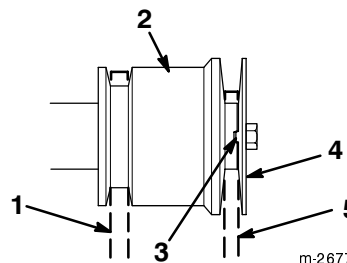

Figure 32
14. Remontez la poulie à gorge du moteur, la rondelle plate, la rondelle-frein et la vis du vilebrequin du moteur. Contrôlez que le relief d'indexation de la poulie à gorge du moteur est bien engagé dans le creux d'indexation de la poulie du moteur (Fig. 32).
**Remarque :** Veillez à ne pas pincer la courroie d'entraînement de tarière/roue hélice (Fig. 32).
**Remarque :** Contrôlez que le relief d'indexation de la poulie à gorge du moteur est bien engagé dans le creux d'indexation de la poulie du moteur. Veillez à ne pas pincer la courroie d'entraînement (Fig. 32).